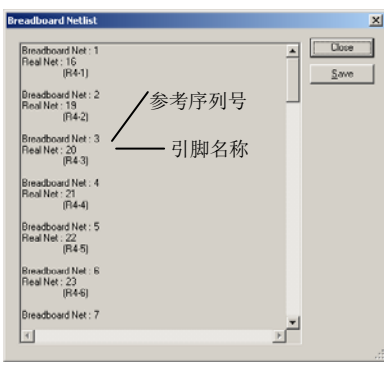

图 10-18 网表框图
- 1) 为了了解面包板上连线的详细情况, 选择 “Tools” → “Show Breadboard Netlist” 命令, 或选择快捷键 。则明细表 (网表框) 显示如图 10-18 所示。